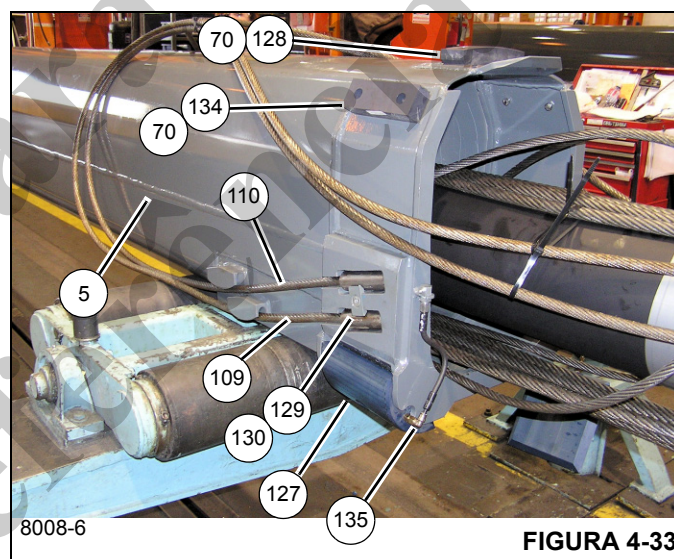

FIGURA 4-33
16. Monte o conjunto da placa de desgaste (134) em cada lado da parte traseira inferior do telescópio 4 (5) usando os dois parafusos (124) e as arruelas de pressão (25) (consulte a Figura 4-33).
17. Monte o conjunto da placa de desgaste (128) na parte traseira inferior do telescópio 4 (5) usando os dois parafusos (124).
18. Instale os dois conjuntos de cabos de extensão do telescópio 4 (109, 110) em cada lado da parte traseira do telescópio 4 (5); fixe cada conjunto de cabos ao telescópio 4 (5) usando a fixação de cabo (129) e o parafuso (130) (consulte a Figura 4-33).
19. Usando braçadeiras ou cintas, fixe temporariamente os cabos (109, 110) juntos, depois fixe o conjunto de cabos à lateral do cilindro telescópico (6) (lados esquerdo e direito).
20. Coloque o telescópio 3 (4) de cabeça para baixo e atrás do telescópio 4 (5); coloque o telescópio 3 (4) sobre apoios adequados.
21. Usando uma pistola de graxa ou um pincel, aplique graxa no interior do telescópio 3 (4) nas áreas onde as placas de desgaste traseiras do telescópio 4 tocarão após a montagem.
22. Alinhe o telescópio 3 (4) e o telescópio 4 (5) um com o outro.
23. Fixe a mangueira de graxa (135) e as peças relacionadas (79, 80, 77, 78) a cada placa de desgaste superior traseira (127), a seguir instale a placa de desgaste/conjunto da mangueira de graxa dentro do suporte de fixação em cada lado do telescópio 4 (5) (consulte a Figura 4-33).